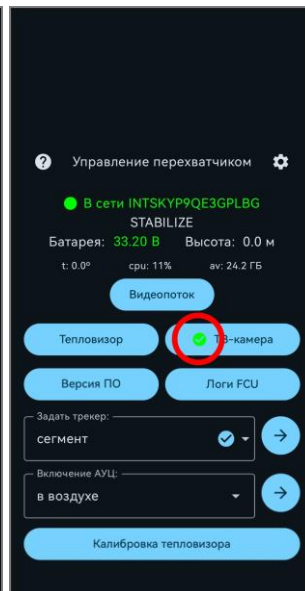

Рисунок 11
- проконтролировать наличие галочки  на форме кнопки ТВ-камеры (рисунок 11).